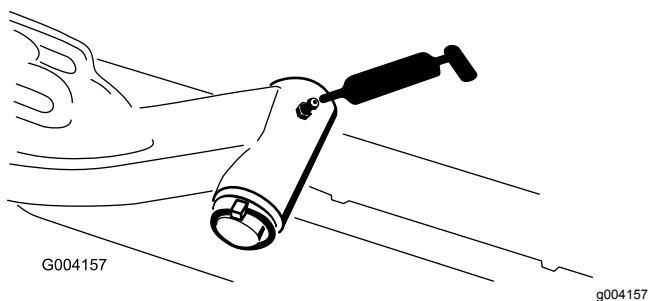

Figura 67
- Veio da articulação do braço de elevação (1 cada) (Figura 67)